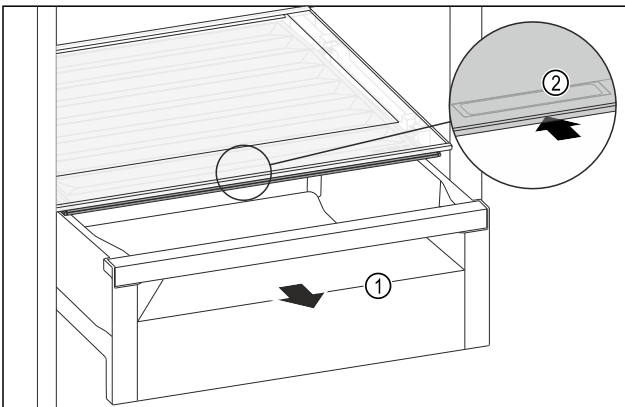

Fig. 141
- ▶ 拉出抽屉 Fig. 141 (1)。
- ▶ 抓住抽屉盖上的内嵌式拉手 Fig. 141 (2)，并同时向后推入抽屉盖。